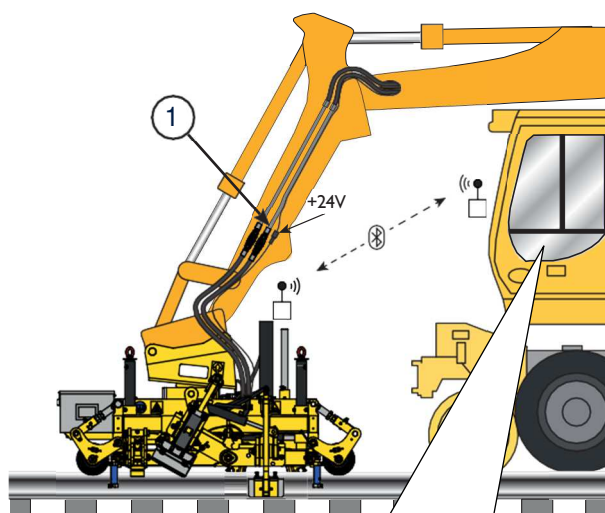

Fig 7.
2. Branchez le connecteur électrique à la prise 24V de la machine porteuse située sur le bras de la pelle, Pos 1 Fig 7.
4. Montez le panneau de commande et l'unité Bluetooth dans la cabine. Connectez le câble selon Fig 7 branchez ensuite le connecteur électrique à la prise électrique 24V.
5. Activez le commutateur de clé de contact pour vérifier que la connexion Bluetooth est établie. La connexion Bluetooth est établie lorsque l'indication LED, 2 Fig. 7 clignote à un rythme régulier selon tableau ci-dessous.